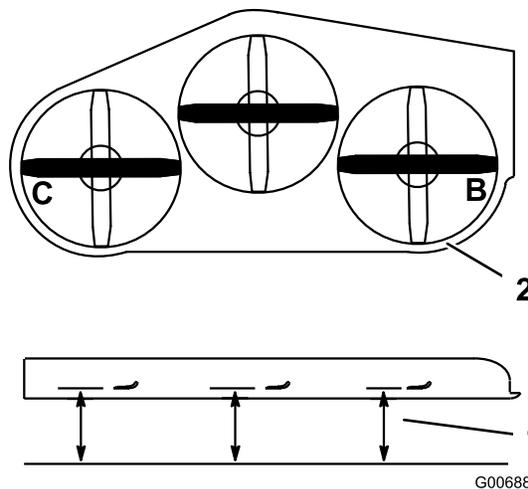

Figura 84
3. Coloque las cuchillas en posición lateral. Mida en las posiciones **B** y **C** desde una superficie nivelada hasta el filo de corte de los extremos de las cuchillas (Figura 84).